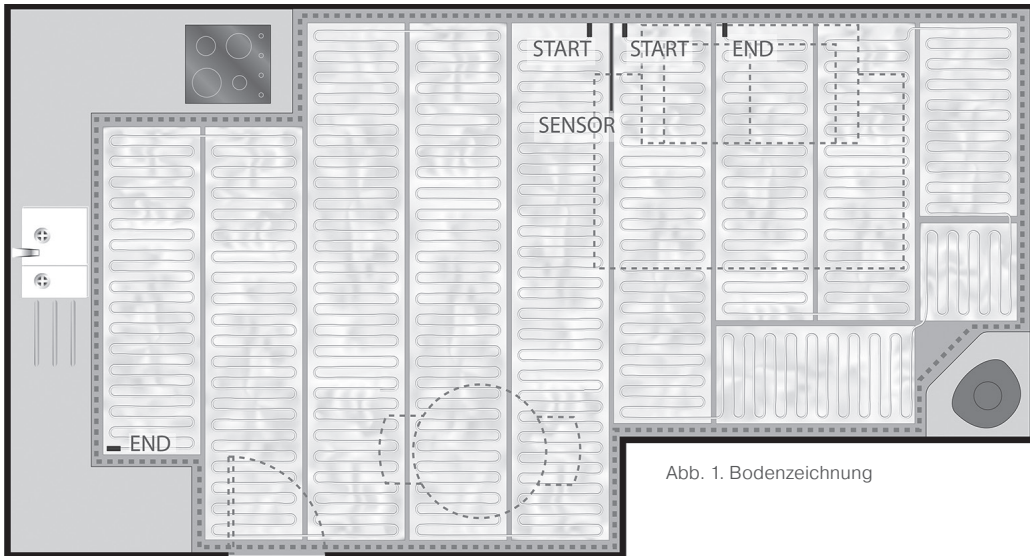
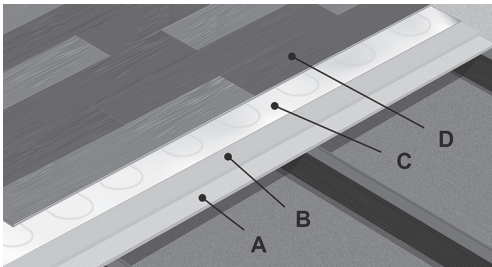

Abb. 1. Bodenzeichnung
Abb. 2. Bodenaufbau
Bei der Planung der Verlegung der Fußbodenheizung (Abb. 1) sind Richtlinien zu beachten, die für eine korrekte Verlegung zu beachten sind. Nachfolgend finden Sie die Richtlinien, die bei der Planung der Montage und Zeichnung des Raumes einzuhalten sind (siehe Abb. 1 – beheizter Bereich, der durch eine gestrichelte Linie abgegrenzt ist).
Sie müssen den Anschlusspunkt des Thermostats und die Position des Bodensensors bestimmen und in die Zeichnung aufnehmen (siehe Beispiel in Abb. 1).
1. Machen Sie Ihre eigene Zeichnung des Raumes, bei der Planung der Installation (Abb. 1). Dies ist notwendig, um die Heizmatte korrekt zu installieren und die Installation zu dokumentieren. Ein typischer Bodenaufbau bei der Installation des Alumat-Produktes (Abb. 2).